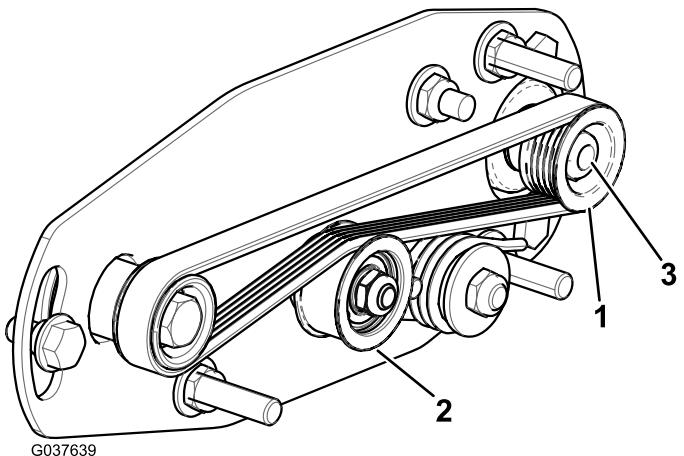
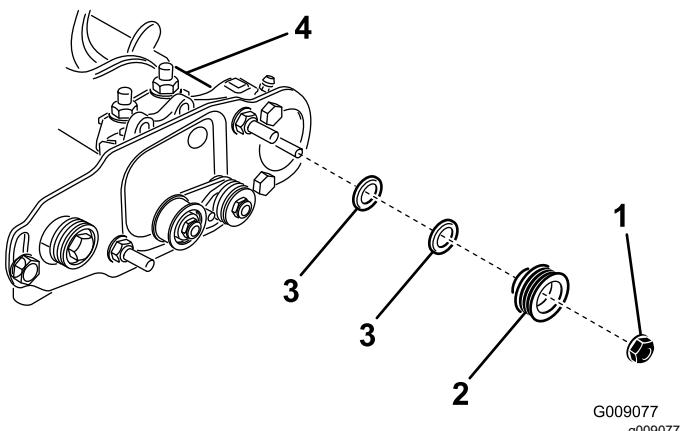

Figura 24
Figura 25
1. La puleggia condotta (all'albero della spazzola per rullo) può spostarsi in dentro o in fuori (Figura 24).
2. Mentre fate ruotare il cilindro, che farà ruotare a sua volta la puleggia motrice, fate leva sulla cinghia per staccarla dalla puleggia motrice (Figura 24).
- Togliete il dado di bloccaggio che fissa la puleggia condotta all'albero della spazzola (Figura 24 o Figura 25).
- Rimuovete la puleggia condotta dall'albero (Figura 25).
- Se occorre spostare in fuori la puleggia, aggiungete una rondella dello spessore di 0,8 mm (Figura 25).
- Montate la puleggia come illustrato nella Figura 25.